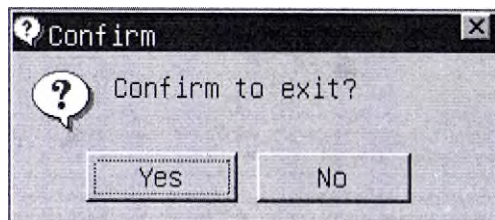

Рисунок. 3-5
- 1) Нажмите на экране главного меню "Exit", появится информация (см. Рисунок 3-5).